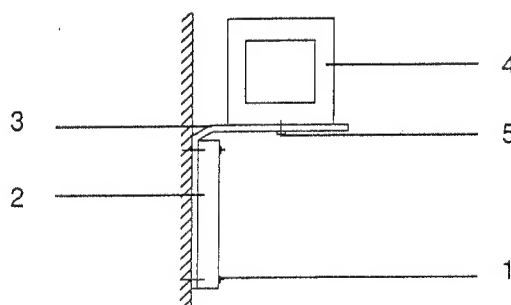
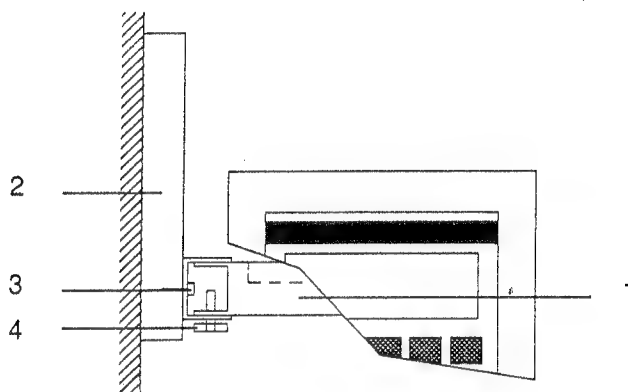

Fig. 3 Montage sur console
Fig. 4 Montage du panneau de commande
- Desserrer les six vis (1, fig. 3) et enlever la plaque en plastique (2).
- Mettre la console (3) au caisson, placer la plaque en plastique en dessus et, la fixer au moyen des six vis.
- Placer l'enregistreur par points à six couleurs (4) sur la console et le fixer à l'aide de l'écrou moleté (5).
9. Montage du panneau de commande confortable* (fig. 4):